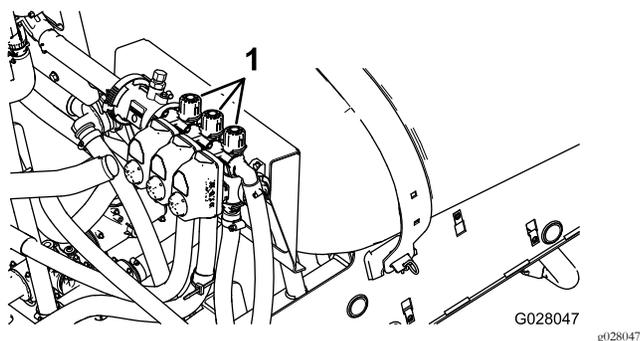

Figure 107
- Désactivez la rampe gauche et réglez le bouton de dérivation de rampe (Figure 107) jusqu'à ce que la pression indiquée corresponde à celle réglée précédemment (généralement 2,75 bar).
- Réglez le bouton de dérivation de la rampe droite (Figure 107) jusqu'à ce que la pression indiquée corresponde à celle réglée précédemment (généralement 2,75 bar).
- Réglez le bouton de dérivation de la rampe centrale (Figure 107) jusqu'à ce que la pression indiquée corresponde à celle réglée précédemment (généralement 2,75 bar).